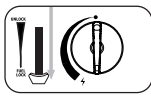

Fig. 3
4. Pressione a alavanca do cartucho (1) para baixo (fig. 3) e feche a tampa do cartucho.
5. Se você ouvir um ruído sibilante, o cartucho não está encaixado corretamente. Não tente ligar o aparelho, mas mova a alavanca (6) para a posição “UNLOCK” e repita os passos 1 a 4.